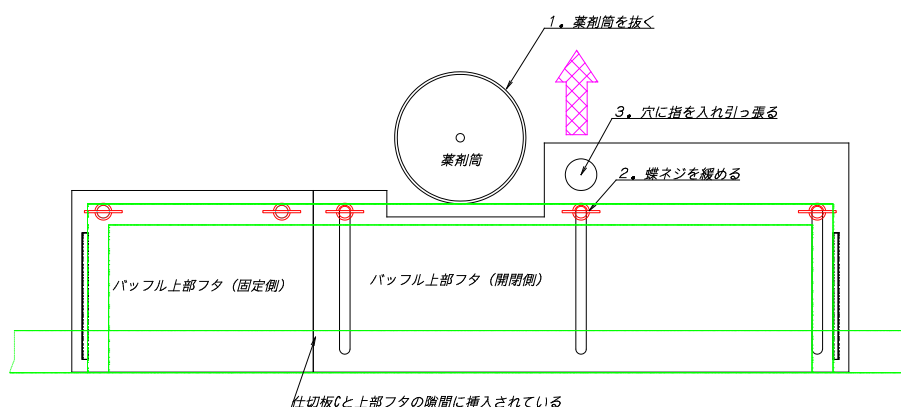

図4-3 バッフル上部フタの取り外し手順
- ① 薬剤筒を引き抜き安全な場所に置きます。
- ② 開閉側のバッフル上部フタを固定している蝶ナットを緩めて、バッフル上部フタを放流側へスライドさせます。（図4-3参照）